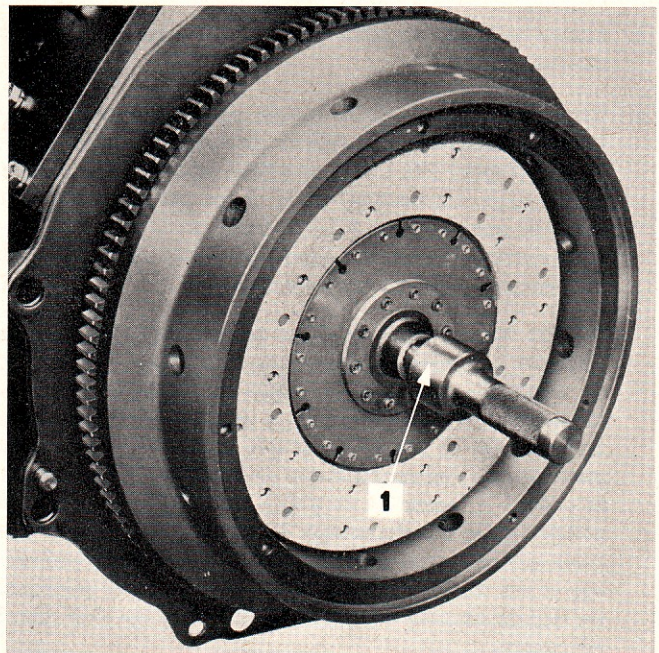

Figure 21: Pilote pour disque d'embrayage double maintenant en place le disque d'embrayage de transmission
2. Introduire le pilote No. SW13/a dans le roulement guide à travers le moyeu du disque de transmission (Figure 21).